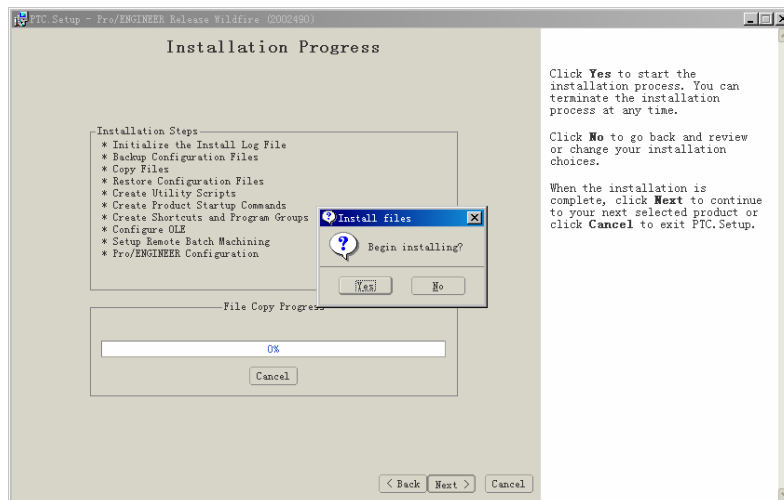

图 1.13 开始安装
(13) 在如图 1.13 所示的界面中单击“ Next ”按钮 ,在打开的确认对话框中单击“ Yes ”按钮 ,即可开始安装 Pro/ENGINEER Wildfire。